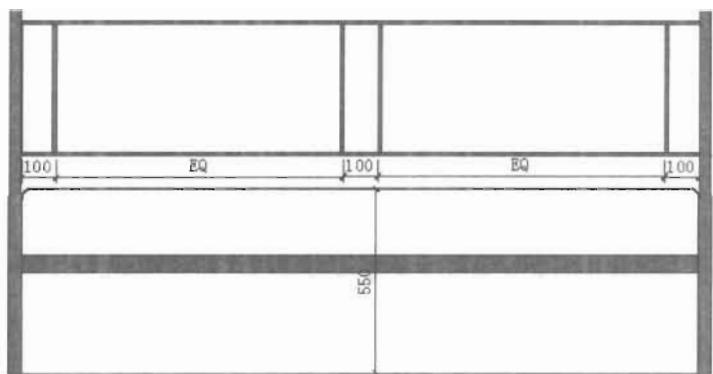

图 5-86
(10) 单击“绘图”工具栏中的“图案填充”按钮, 设置填充图案为 SOLID, 设置颜色为 252 的深灰色, 填充床栏杆, 结果如图 5-86 所示。